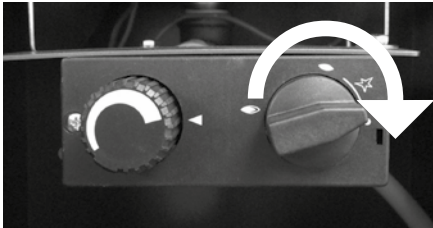
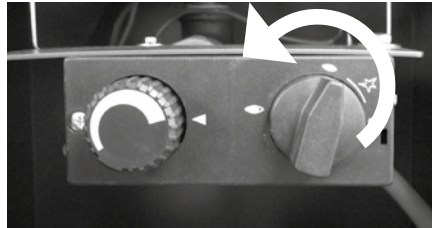

Abb. 4
Abb. 5
1. Drehen Sie den Zündschalter auf dem Gasregelblock (Abb.4) zunächst ganz nach rechts. Anschließend drücken Sie den Zündschalter ein und drehen diesen in gedrückter Stellung nach links bis ein „Click“ (Abb. 5) zu hören ist. Dieser „Click“ ist die Zündung der Zündflamme. Wiederholen Sie diesen Vorgang ggf. 3–5 mal, bis die Zündflamme brennt.
1. Indem Sie den Zündknopf wieder nach rechts drehen (Abb. 4), schließen Sie die Gaszufuhr und der Kamin geht aus. Danach ist die Gasflasche zu schließen.